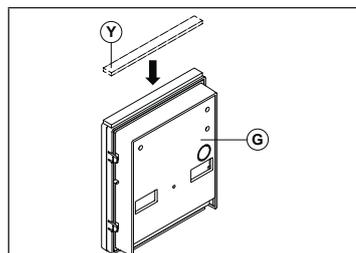

Fig. 5
Appliquer le joint adhésif (Y) comme illustré sur la Fig. 5.
4. Avant d'installer le support des modules, accrocher à ce dernier les modules (G) comme illustré sur la Fig. 5 et insérer pour chaque module, comme illustré sur la Fig. 6, les butées anti-effraction (W) (effectuer la même opération pour le deuxième support modules) ;